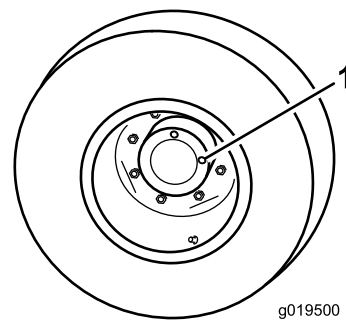

Bild 65
1. Wenn die Maschine auf einer ebenen Fläche steht, positionieren Sie das Rad so, dass eine Prüfschraube auf 12 Uhr und die andere auf 3 Uhr steht (Bild 65).
1. Prüf-/Ablassschraube (2)
2. Entfernen Sie die Schraube, die auf 3 Uhr steht (Bild 65).